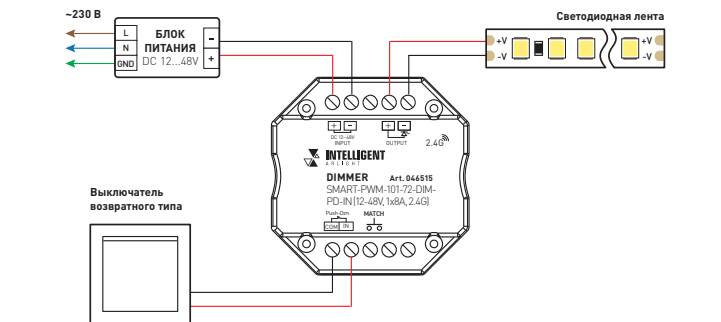

Рис. 1. Схема подключения диммера SMART-PWM-101-72-DIM-PD-IN
- 3.2. Подключите диммер, соблюдая порядок подключения проводов (рис. 1).